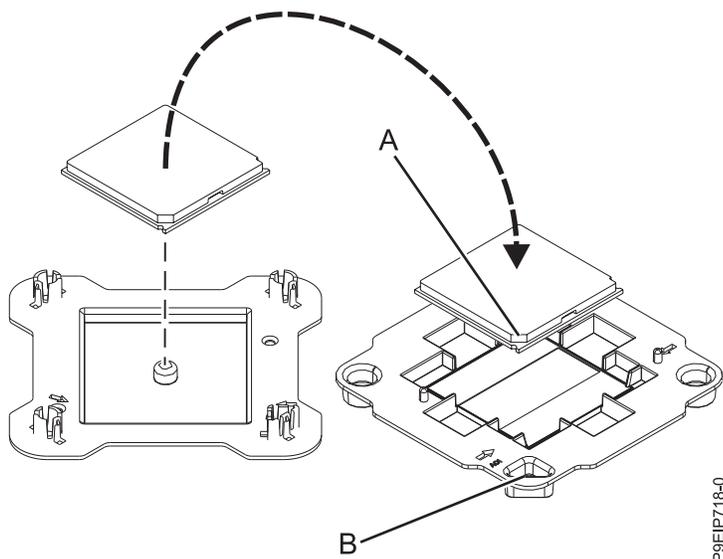

図 97. 配送用トレイへのシステム・プロセッサ・モジュールの取り付け
12. 再取り付けしたシステム・プロセッサ・モジュールの端を軽くつかみ、持ち上げて配送カバーから外します。モジュールの斜めになった角 (A) を三角形のトレイの角 (B) と位置合わせして、トレイ内に取り付けます (図 97 を参照)。